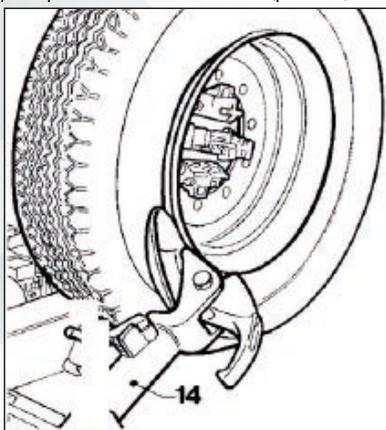
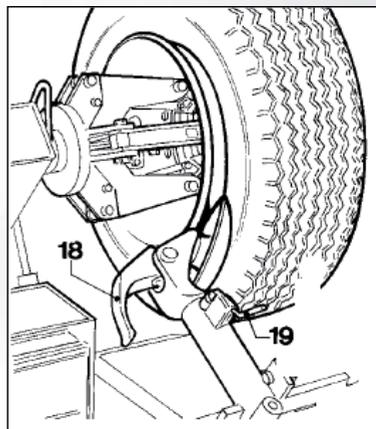

Рисунок 14
Рисунок 15
8) Нажмите на рукоятку установки съемного рычага 19 (рис. 15) и поверните головку рукоятки на 180°, пока он автоматически не зафиксируется.
Примечание: Чтобы лапка 18 (рис. 15) не мешала, ее можно наклонить.
- 3) Установите кронштейн съемного рычага покрышки 14 (рис. 14) в рабочее положение и дайте ему зафиксироваться.
- 4) При помощи переносного блока управления маневрируйте колесом до тех пор, пока внешняя часть обода не появится из-за диска (рис. 14).
- 7) Отведите кронштейн съемного рычага покрышки 14 (рис. 14) в сторону и установите его в не рабочее положение, отжав его установочную рукоятку, затем переведите его во второе рабочее положение (рис. 15).